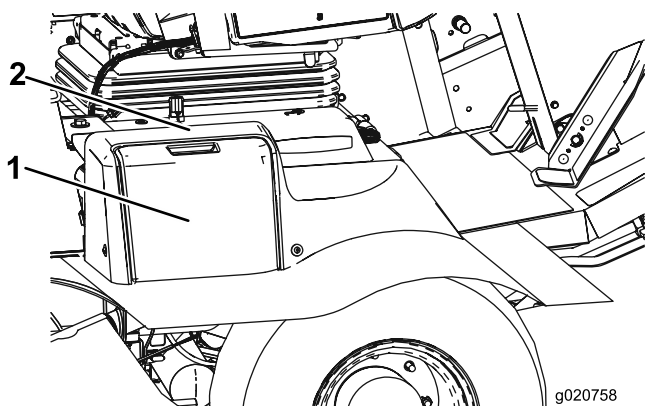

Figura 53
1. Aprite il coperchio della batteria (Figura 53). sul lato della copertura.
**Nota:** Premete sulla superficie piatta sopra il coperchio della batteria per facilitare la rimozione del coperchio (Figura 53).